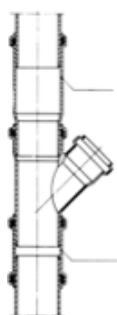
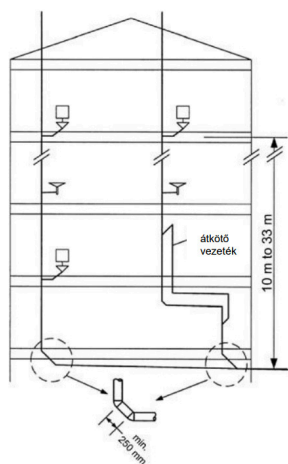

Fig.2
fig.3. : legătura unui tronson vertical cu 10-33 m lungime într-un tronson de colectare
Prin utilizarea mufei lungi: (Fig.2.) se taie din rețea o bucată egală cu lungimea fittingului + lungimea interioară a mufei lungi. Mufa lungă se introduce până la capăt în partea superioară a țevii tăiate, după care fittingul se instalează pe partea inferioară cu ajutorul unei mufe culisante. Ulterior, partea redusă a mufei lungi se introduce în mufa fittingului
- La tronsoane verticale mai înalte de 10 metri dar mai scurte de 33 m (fig.2.) nu se permit legături de ramificații până la înălțimea de 2,0 m calculată de la nivelul inferior al conductei de colectare. Zona liberă de conexiune a instalațiilor în tronsonul de colectare (de la cotul de legătură între aceasta și tronsonul vertical va fi de 1 metru (vezi fig.2)). Legătura între un tronson vertical și un tronson de colectare: în acest caz trebuie realizat cu două coturi de 45° și o țeavă intermediară cu lungimea de 250 mm (fig. 3.).